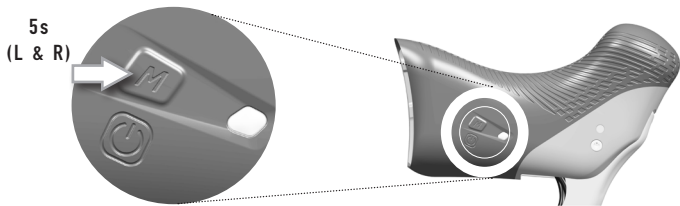

Fig.9
- 2) Mantenha os botões MODE (Fig. 9) dos controlos Ergopower premidos simultaneamente por 5 segundos até que os LEDs acendam numa cor rosa sólida.